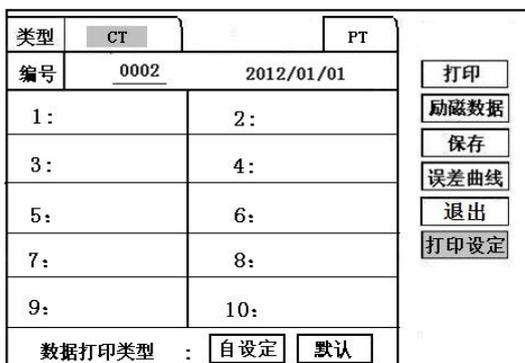

图 10，打印设置界面
**打印设置**：光标移动至此选项，按下即进入打印设置界面（图 10），可根据要求选择“默认”设定需打印的电流值，或选择“自设定”，选择自设定后会根据图表中的 10 个设定电流值来进行打印。